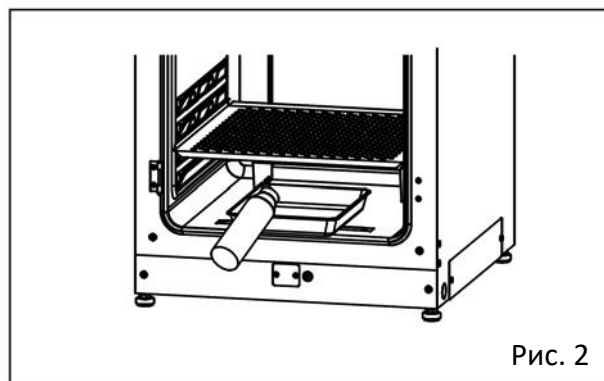

Рис. 2
4. Верните увлажнительный поддон в камеру и залейте в него приблизительно 1,5 л стерильной дистиллированной воды. Убедитесь, что вода предварительно нагрета до 37°C. (Рис. 2).